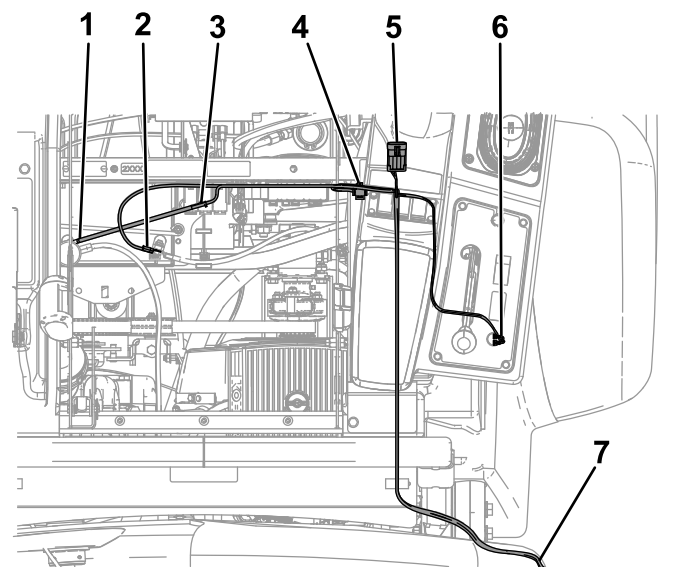

Figure 7
4. Branchez le connecteur suivant au relais (Figure 7) et placez le relais dans le trou extérieur du cadre, près des relais existants.
5. Reliez l'élément fusible au fil rouge branché à la borne positive (+) de la batterie (Figure 7).
7. Raccordez l'autre extrémité du faisceau à la masse du porte-fusibles (Figure 7).
1. Branchez les 2 connecteurs du faisceau de câblage au connecteur à 2 lames sur l'interrupteur (Figure 7).